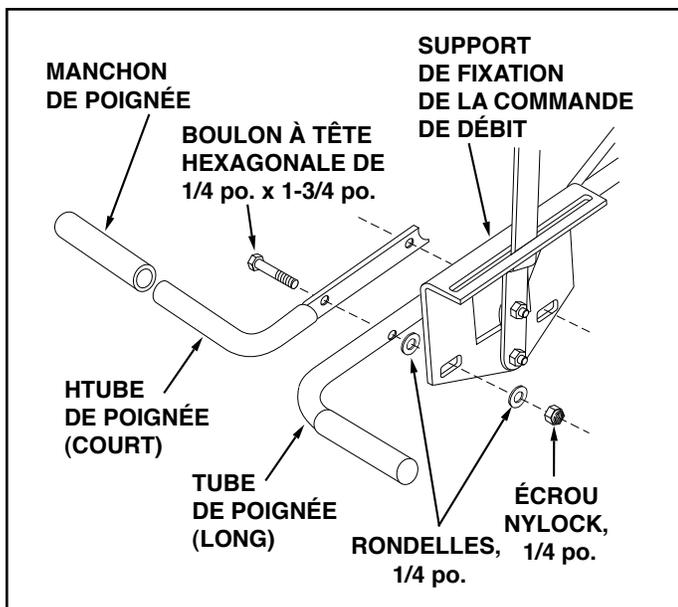

FIGURE 10
20. Placer un manchon sur chaque poignée. Voir la figure 10.